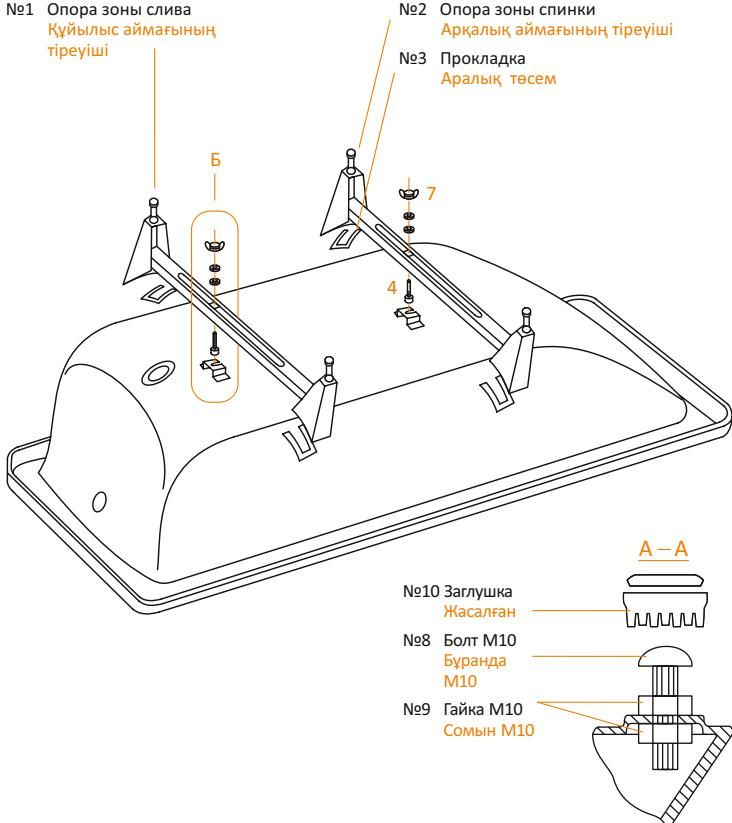

РИСУНОК 2
5. Установите опору с соответствующей маркировкой со стороны отверстия слива (см. рис. 1 разрез Б и рис. 2): наденьте опору на установленный в отверстие скобы болт М6х30..40, предварительно установив прокладки на радиусные поверхности опоры.